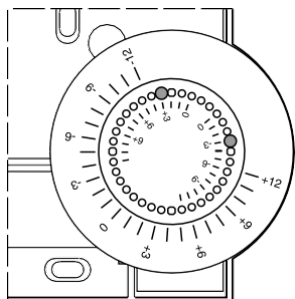

Figura 6: Limitación del rango de ajuste
- Desplace los dos pequeños pasadores en los agujeros del mando, para limitar el rango de ajuste (véase Figura 6). Tome el interior de la escala como punto de orientación: En la Figura 6, los pasadores están colocados de manera que la ruedecilla permita ajustarse  $\pm 3\text{ }^{\circ}\text{C}$  en torno al punto cero.